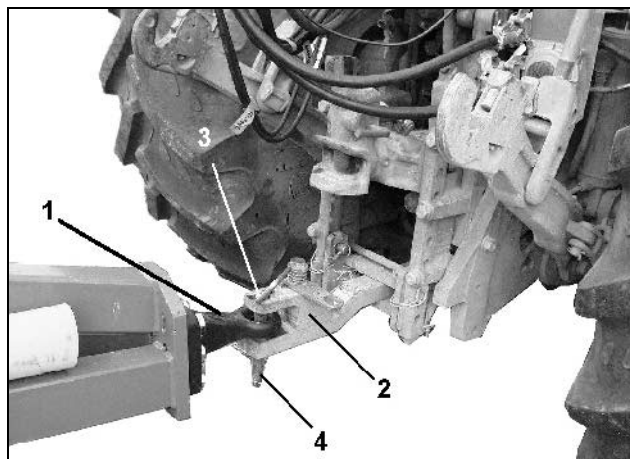

Fig. 16
- Redskabet tilkobles med trækøjet (Fig. 16/1) til traktorens trækstang (Fig. 16/2)
- sættes fast med bolte (Fig. 16/3)
- og sikres med ringbolte (Fig. 16/4)